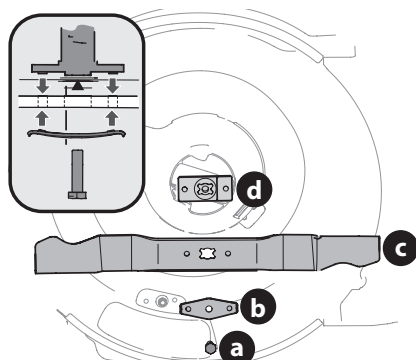

Figure 41
4. Retirez le boulon (a) et le support de la lame (b) qui fixent la lame et l'adaptateur au vilebrequin du moteur. Voir Figure 41.
5. Retirez la lame (c) et l'adaptateur (d) du vilebrequin. Voir Figure 41.
7. Lubrifiez le vilebrequin du moteur et la surface interne de l'adaptateur de la lame avec une huile légère. Voir l'encadré de la Figure 41.